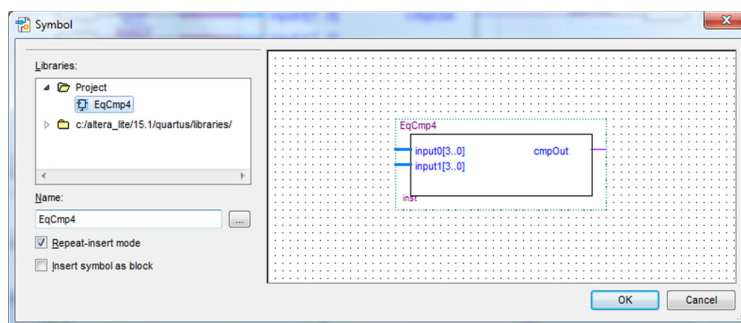
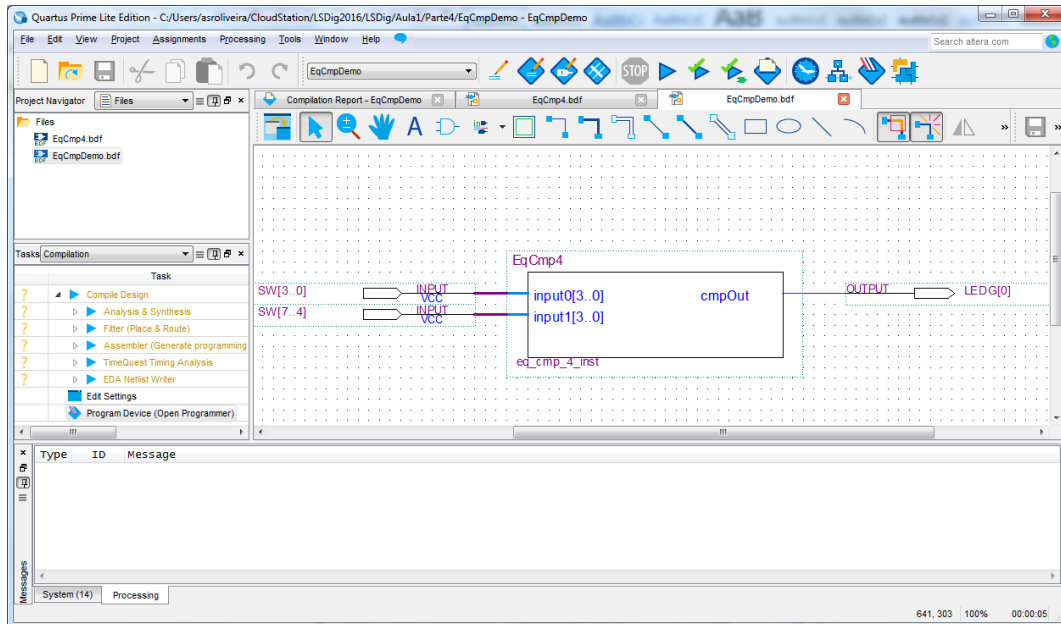

Figura 63 – Instanciação num diagrama esquemático do módulo “EqCmp4”.
Figura 64 – Interligação do módulo “EqCmp4” e dos portos de entrada e de saída e identificação dos diversos elementos do circuito no módulo “EqCmpDemo”.
4. Crie um novo ficheiro para um diagrama esquemático, chamado “EqCmpDemo.bdf”, para instanciar o comparador de igualdade construído no ponto anterior (Figura 63) e efetuar a sua interligação a pinos da FPGA. Ligue a entrada “input0[3..0]” aos interruptores SW[3..0], a entrada “input1[3..0]” aos interruptores SW[7..4] e a saída “cmpOut” a LEDG[0] tal como ilustrado na Figura 64.